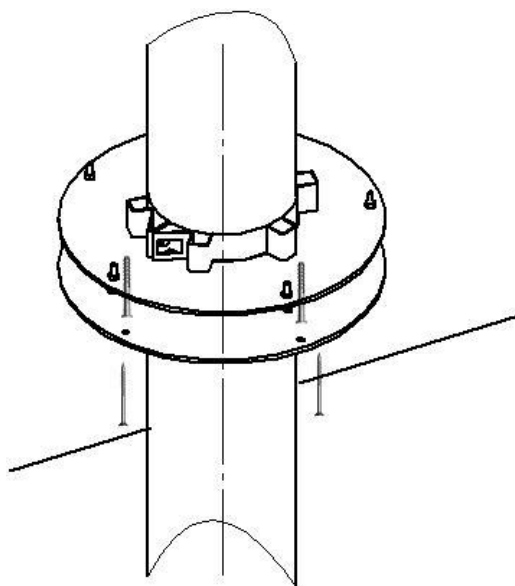

Рис.3
3. Расстояние между трубой и отверстием перекрытия заполнить негорючим материалом (асбест, каолиновая вата, базальт). Закрепите фланец потолочный к потолку пятью дюбель-гвоздем  $\varnothing 6 \times 40$ . См. Рис.3